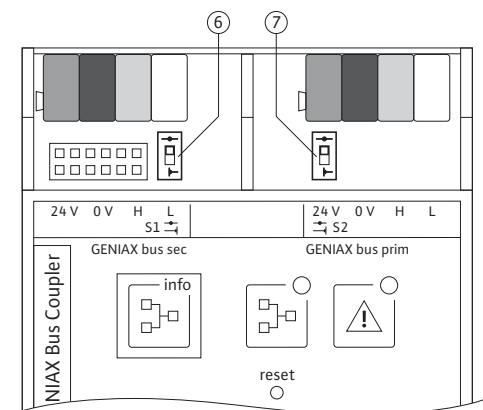

Fig.14-6: Terminierungsschalter Geniax Bus Coupler
Der Geniax Bus Coupler verfügt sowohl eingangs- als auch ausgangsseitig über je einen Bus-Abschlusswiderstand von 120 Ω . Diese können über die Terminierungsschalter (6) bzw. (7) aktiviert werden (siehe Fig. 14-6).